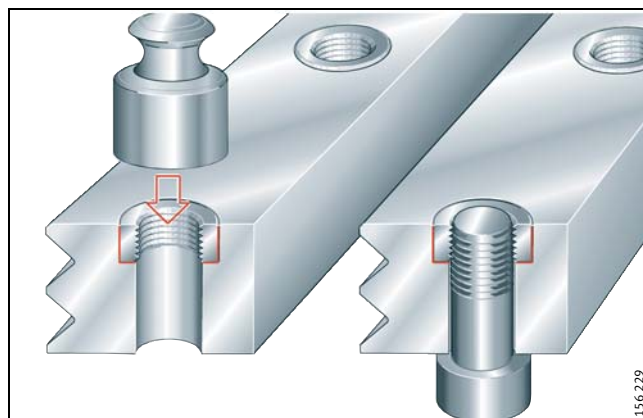

Bild 10 · Klebstoff aushärten
■ Muttern zum Aushärten des Klebstoffs mit Gewicht belasten oder mit einer Schraube auf den Boden der Senkung ziehen (Bild 10) – Aushärtezeit siehe Tabelle 2.